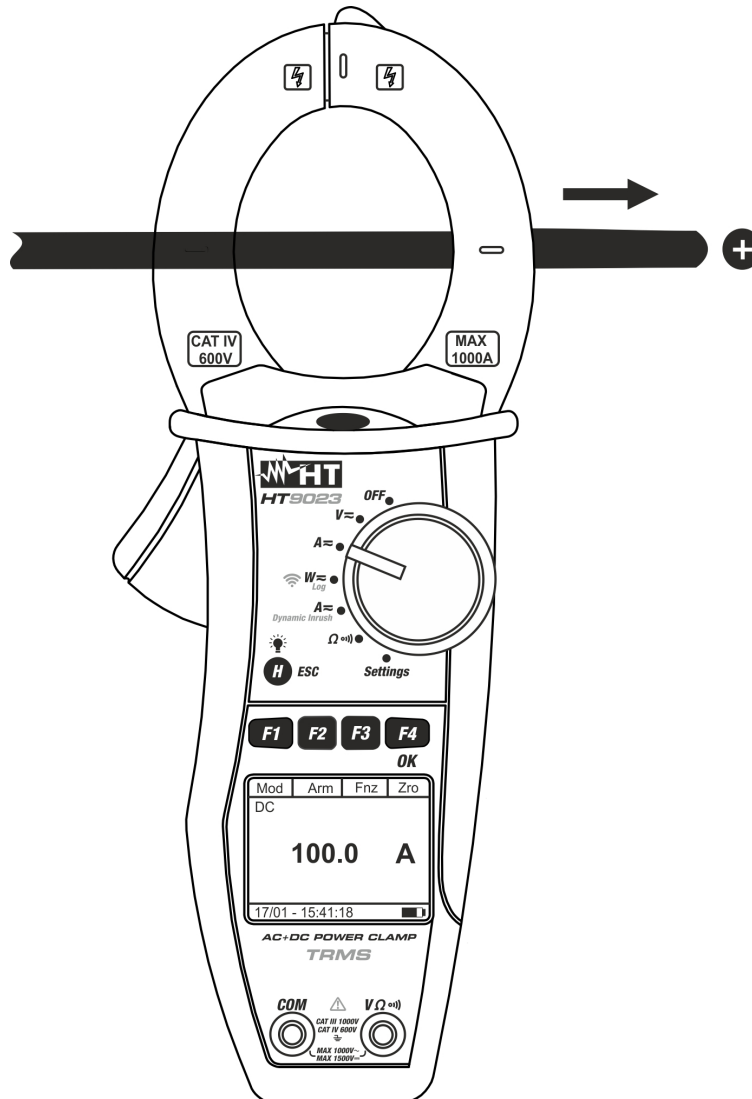

Fig. 9: Medida de corriente CC
5. Inserte el cable en el interior del toroidal en el centro del mismo a fin de obtener medidas precisas (vea Fig. 9). Utilice las marcas presentes como referencia (vea Fig. 2)